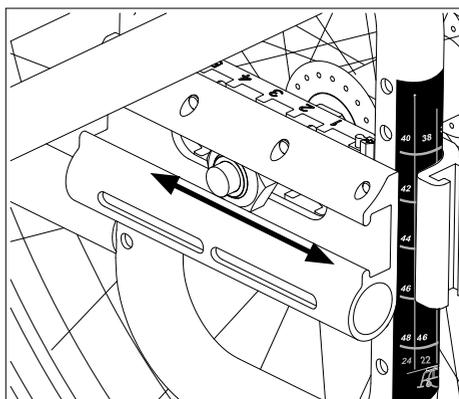

Figure 30
- Réglez le carter de la roue motrice vers l'avant ou vers l'arrière (Figure 30).